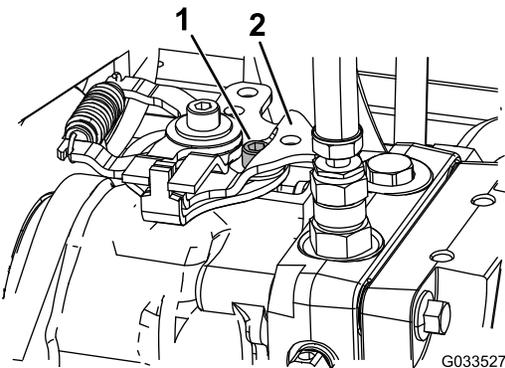

图41
3. 在驱动液压泵内侧上从控制臂上取下控制联动装置图 41。